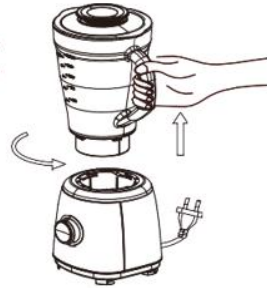

Fig 3
3. Nehmen Sie den Deckel (10) oder den Messbecher (9) ab und geben Sie die Zutaten in den Mischbecher!
5. Stellen Sie über das Bedienfeld (4) die gewünschte Geschwindigkeitsstufe ein: 1, 2 oder Pulse.
10. Ziehen Sie den Netzstecker aus der Steckdose und entnehmen Sie den Becher vom unteren Teil des Handmixers, indem Sie ihn gegen den Uhrzeigersinn bis zur Beschriftung „unlock“ drehen (Abb. 3)! Dann entfernen Sie den Deckel und gießen Sie den Inhalt aus.